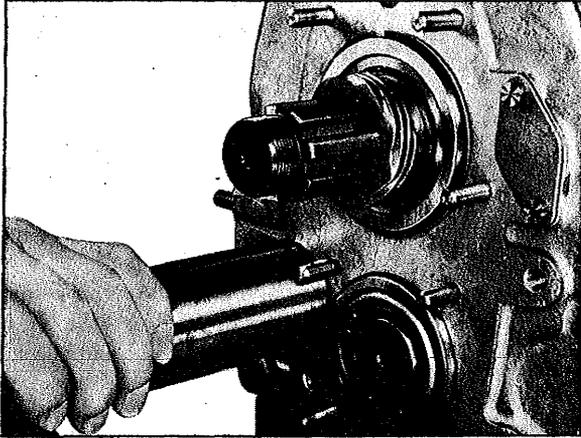

Fig. 6
- 5.1 Desserrer les écrous (102) du couvercle (127) et enlever ensuite ce couvercle. A l'aide de l'extracteur „3" (fig. 6), retirer l'axe de marche arrière (502).